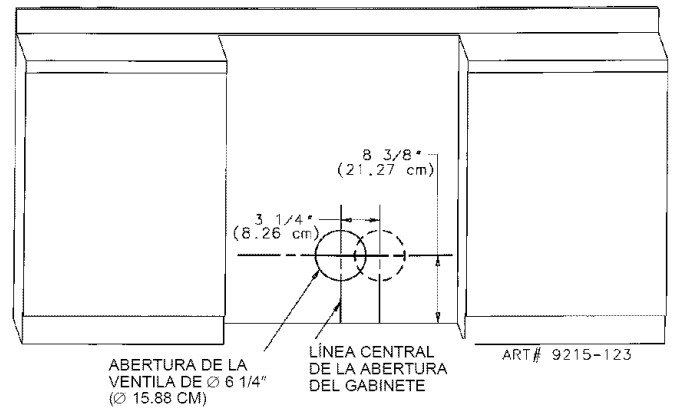

Figura 10
- a. **A través de la pared posterior.** (Vea la figura 10)
Marque la línea central del hueco del gabinete en la pared posterior. La abertura de ventilación de 6 1/4" (15.87 cm) debe estar ubicada en una línea central de 8 3/8" (21.27 cm) por encima del piso y a 3 1/4" (8.25 cm) de la línea central del lado derecho (cuando está frente al hueco del gabinete) según se muestra en la figura 10.